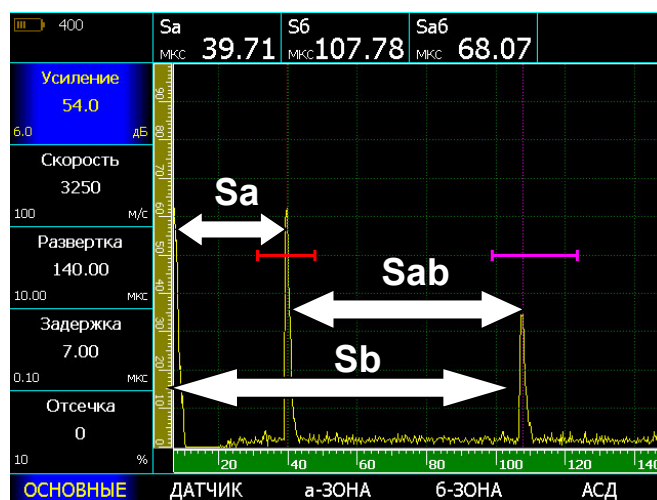

Рис.3-11 Измерение времени прохождения сигнала в призме по образцу СО-3
Картинка на экране дефектоскопа будет аналогичной показанной на рис. 3-11
4. Сигнал вновь проходит через призму и регистрируется прибором. Этот сигнал изображен на рис. 3.11 через расстояние S_a .
7. Пришедшие колебания отображены на рис.3-11 на расстоянии S_b .